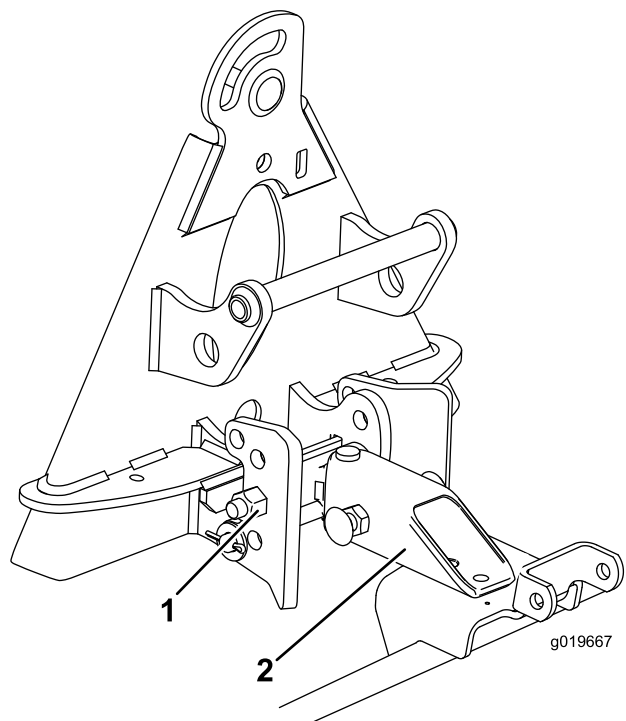

Figura 14
1. Montate il gruppo di attacco nei fori inferiori della staffa d'arresto (Figura 14).
2. Allineate il lato più lungo del timone verso il basso e montatelo sul lato superiore del gruppo supporto (Figura 14).